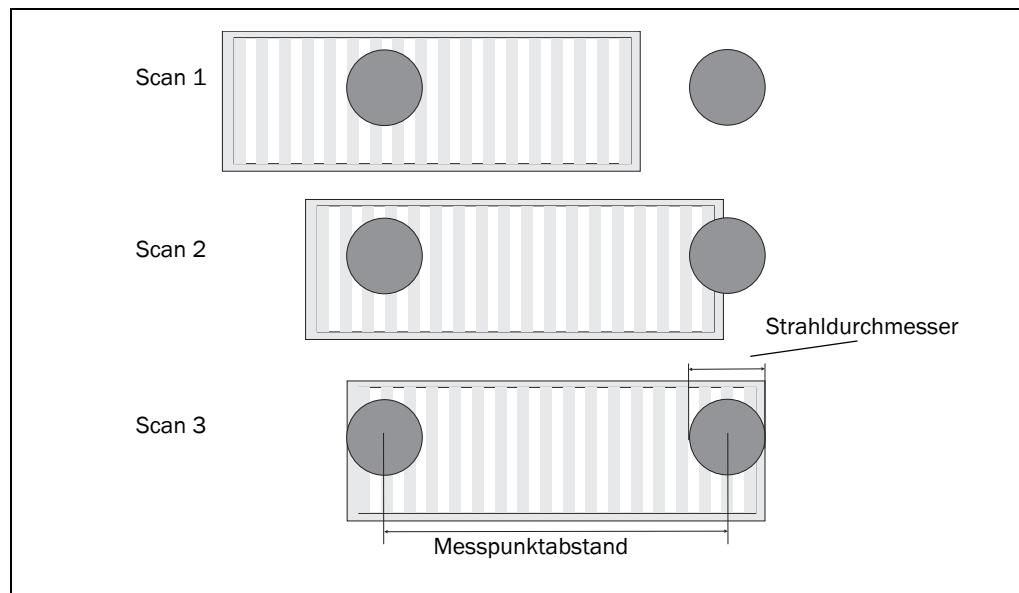

Abb. 14: Mindestobjektgröße zur Detektion
- Wichtig** Im Beispiel in Abb. 14 wird ein sich bewegendes Objekt bei jedem Scan mindestens einmal voll getroffen. Es wird also sicher detektiert, wenn es die nötige Remission aufweist. Wenn ein Objekt nur so groß ist, wie der Strahldurchmesser, dann wird es detektiert, wenn es vom Laser vollständig getroffen und die nötige Remission aufweist.